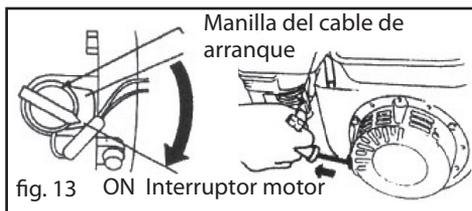

fig. 13 ON Interruptor motor
8. Ponga en marcha el motor (Fig.13).